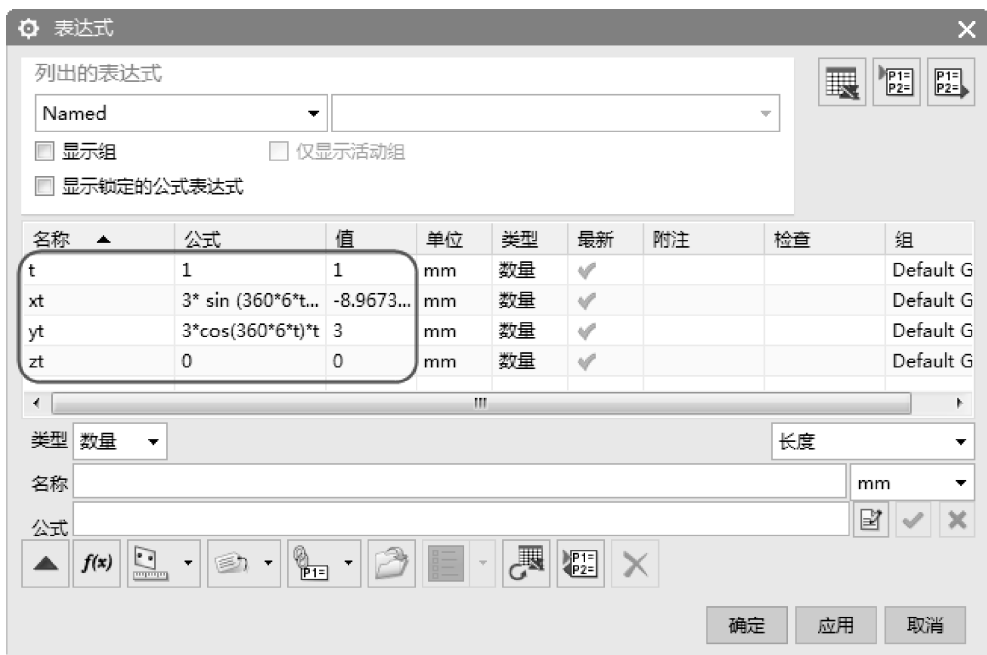

图 5-37 【表达式】对话框
- 04 输入【名称】为t，输入【公式】为1。单击【完成】图标，完成 $t = 1$  公式。依次类推，完成 $xt = 3 * \sin(360 * 6 * t) * t$  公式和 $yt = 3 * \cos(360 * 6 * t) * t$  公式，如图5-37 所示。单击【确定】按钮，退出【表达式】对话框。